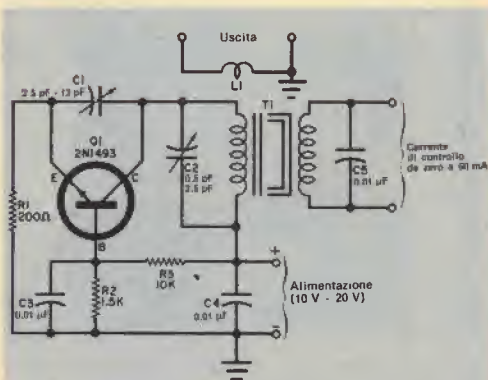

Fig. 1 - Oscillatore a frequenza variabile che copre la gamma da 170 MHz a 240 MHz.
Fig. 1 - In questo dispositivo di controllo della velocità a due piste ciascun canale è l'immagine speculare dell'altro. I potenziometri di controllo della velocità sono montati su scatolette a parte e collegati ai circuiti amplificatori tramite lunghi cavi. Per ottenere un'unità più compatta montate il gruppo trasformatore raddrizzatore nella parte superiore del telaio di alluminio.
Dopo aver montato ciascun potenziometro nell'apposita scatola, effettuate i collegamenti come indicato nella *fig. 1*, usando cavo flessibile a tre conduttori (il cavo può avere la lunghezza che risulterà più comoda).
**Circuiti nuovi** - La Vari-L Company ha presentato di recente un nuovo oscillatore VHF (fig. 1) a frequenza variabile, che può essere particolarmente interessante per i radioamatori, gli studenti e gli sperimentatori. L'apparecchio, che copre la gamma di frequenze da 170 MHz a 240 MHz, impiega un induttore con nucleo saturabile controllato dalla corrente, prodotto dalla stessa ditta.